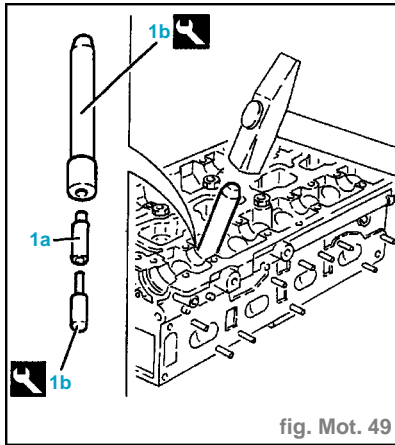

fig. Mot. 49
- Monter les guides de soupape (1a) avec l'outil (1b) (fig. Mot. 49).